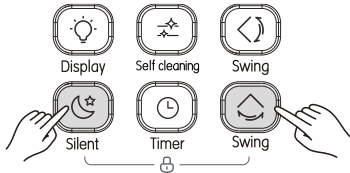

Abb. 3.19
- 1) Drücken Sie  und  gleichzeitig, um die Tasten zu sperren (siehe Abb. 3.19). Im Display erscheint das Schloss-Symbol . Die Tasten sind gesperrt.